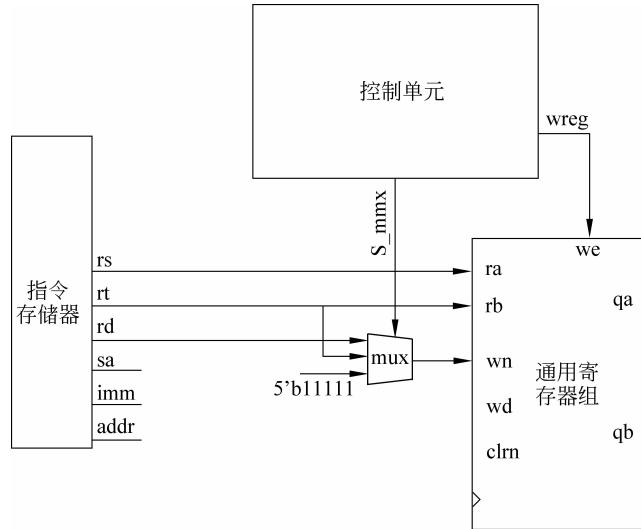
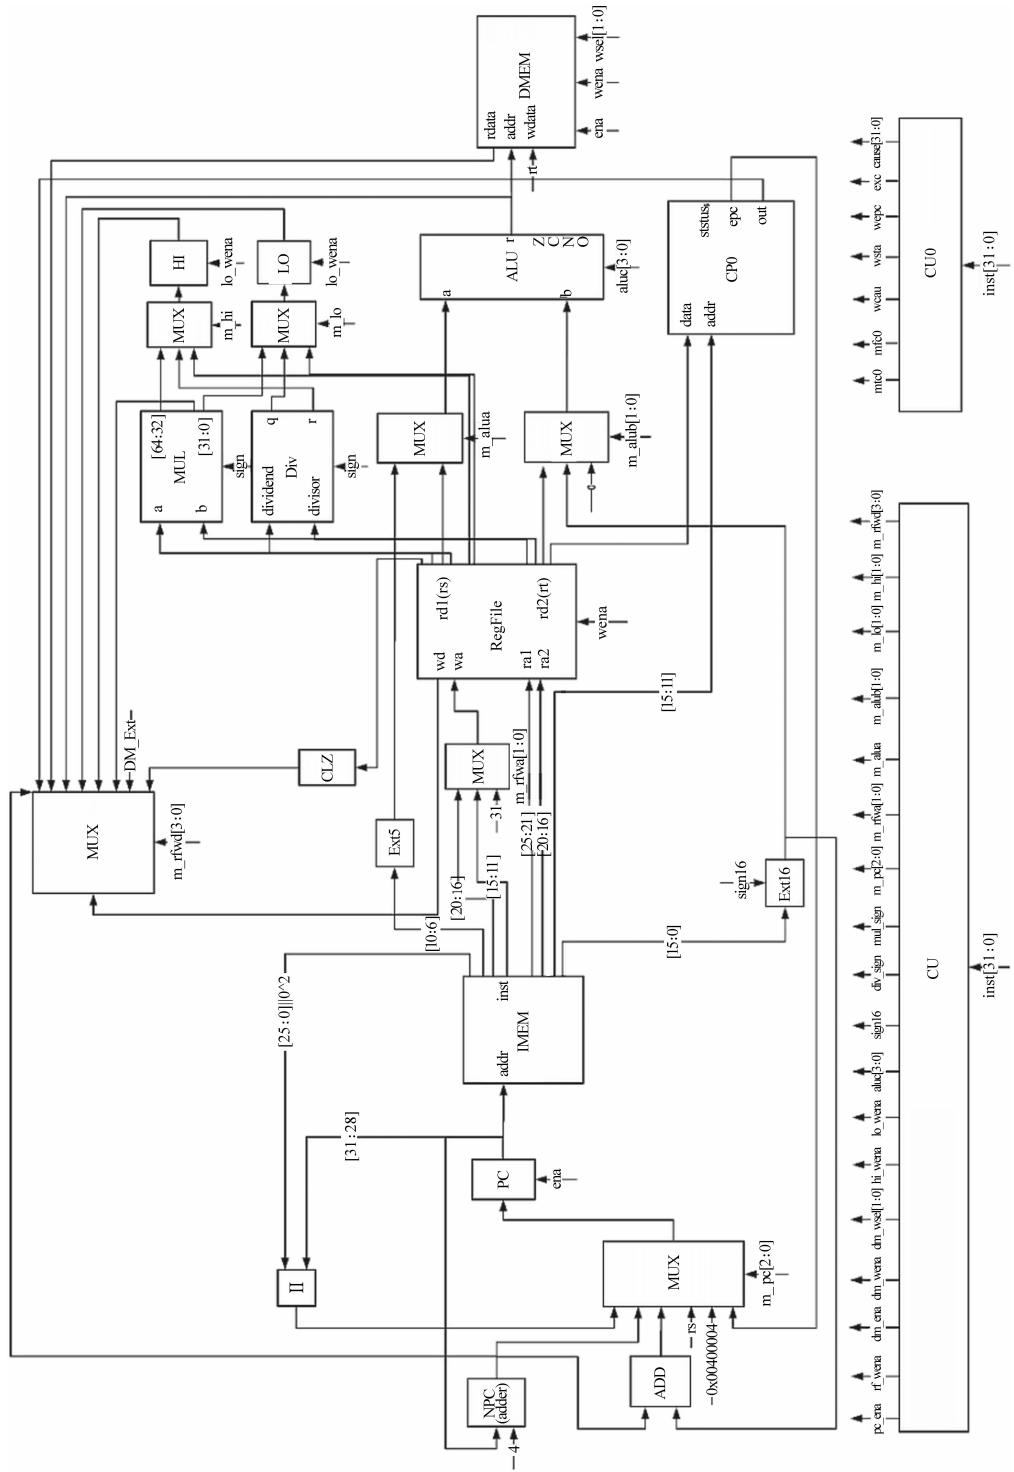

图 3.2 一个 mux 例子
图 3.3 简化版总体数据通路设计图
③ 考虑所有指令,增加多路选择器,画出整个数据通路。因为不同的指令和操作会造成很多模块有不同的输入,此时需要多路选择器判断哪个数据应当进入输入端,控制信号由控制单元产生,如图 3.2 所示,通用寄存器组写地址端口  $wn$ ,它与输入的指令类型有关,当指令是 R 类型时,  $wn=rd$ ;当指令是 i 类型时,  $wn=rt$ ;当指令是 jal 时,  $wn=5'b11111$ (返回地址放在 31 号通用寄存器)。将第二步所有指令的数据通路图联通到一起,得到一个整体的数据通路图,如图 3.3 简化版所示。
画出每一条或每一类指令的数据通路图,最后组合成总体的设计图。图 3.3 为简化版总体数据通路设计图。